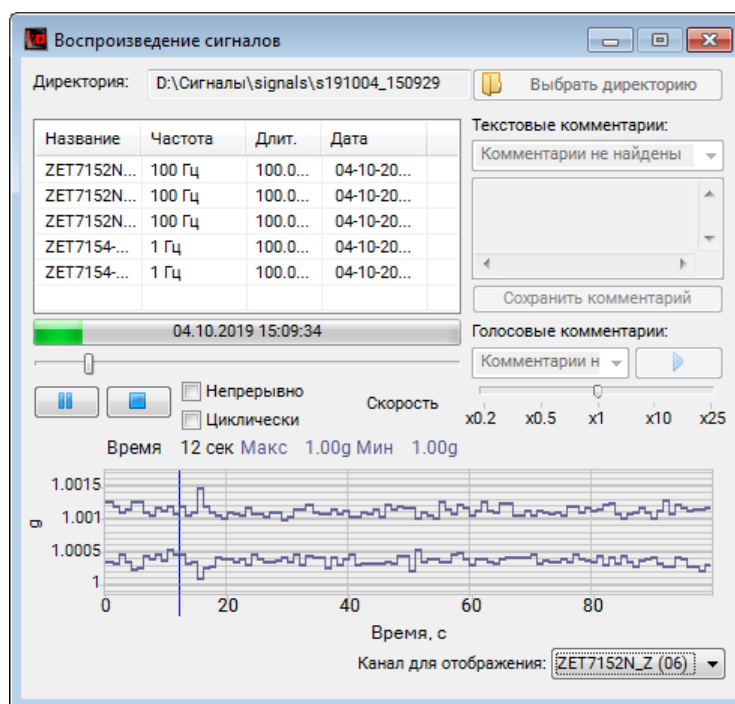

Рис. 5.6 Программа «Воспроизведение сигналов»
- Программа «Воспроизведение сигналов» - предназначена для воспроизведения сигналов, записанных с помощью программы «Запись сигналов» (Рис. 5.6). При включении воспроизведения проигрываемые сигналы становятся доступны для анализа и измерений во всех программах ПО ZETLAB (многоканальный осциллограф, узкополосный спектр и т.д.). Для записи данных в формате программы «Воспроизведение сигналов» следует убрать отметку в поле «Непрерывная запись» в программе «Запись сигналов».